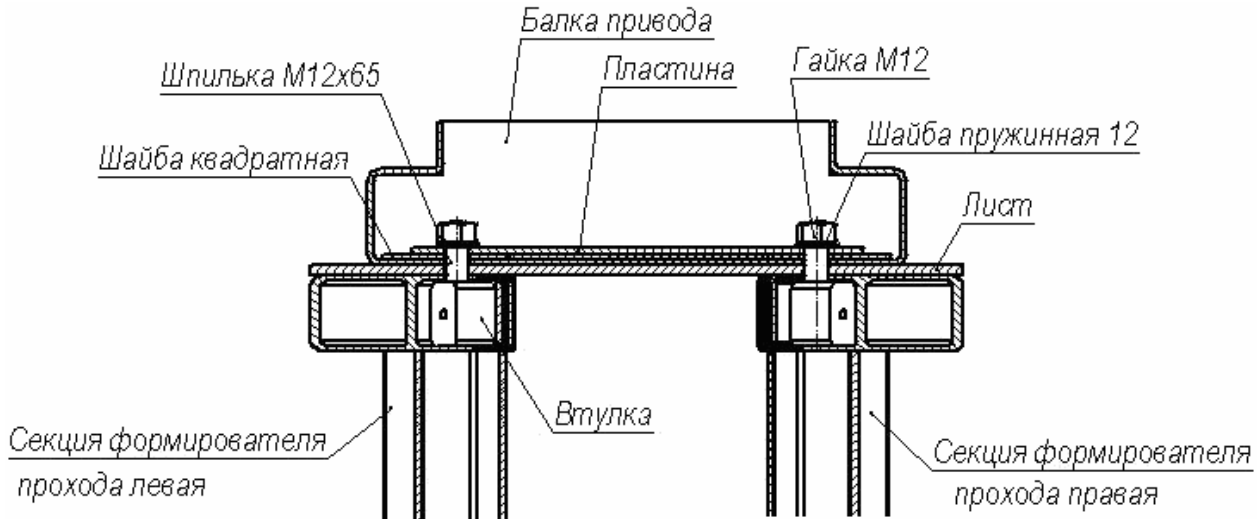

Рисунок 14. Крепление балки привода к секциям формирователя прохода
- Наденьте на две шпильки, расположенные со стороны формирователя прохода, две квадратные шайбы, на шайбы – пластину (квадратные шайбы и пластина при поставке находятся внутри балки привода), а затем две пружинные шайбы 12 и две гайки М12 (см. рис. 14).